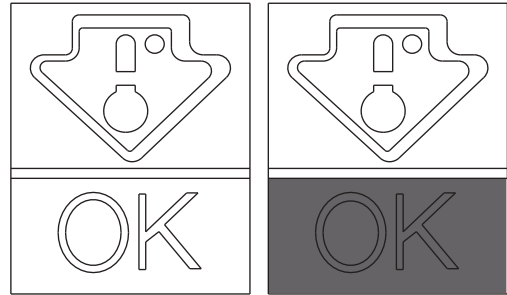

Abb. 6
- Damit Aroma, Gehalt und Frische der Speisen bestmöglich erhalten bleiben, sollten sie wie in Abbildung 6 ersichtlich im Kühlraum untergebracht werden. Die Speisen sollten in Alu- oder Kunststoffolie oder in entsprechenden Behältnissen mit Deckel verpackt sein, um Kreuzkontaminationen zu vermeiden.
Die Temperaturanzeige prüfen, die Anzeige OK muss deutlich erkennbar sein (Abb. 6). Ist die Anzeige nicht sichtbar, bedeutet dies, dass die Temperatur zu hoch ist: